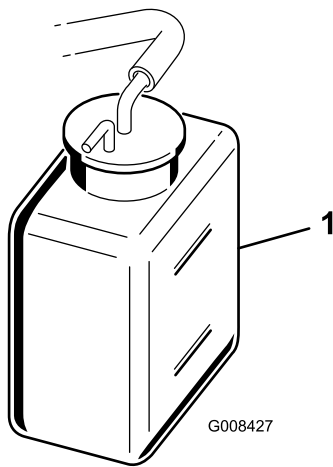

Bild 45
2. Prüfen Sie den Kühlmittelstand (Bild 45).